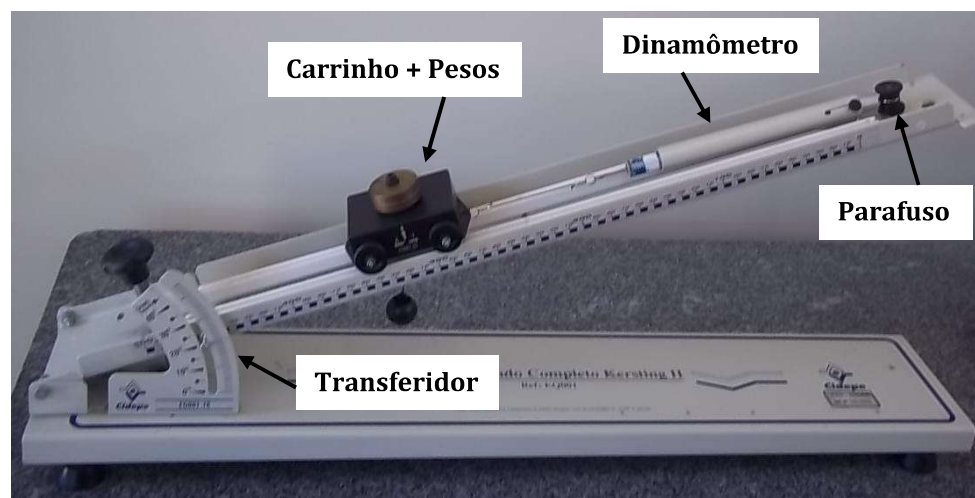

Figura 1- Montagem experimental para o carrinho + pesos no plano inclinado.
2. Pese o sistema carrinho + pesos (veja Figura 1) com o uso do dinamômetro (Neste caso, na posição vertical). Anote o valor obtido, bem como a incerteza.
4. Girando o manípulo do fuso de elevação contínua eleve o plano inclinado até um ângulo de 30 graus (Figura 1).